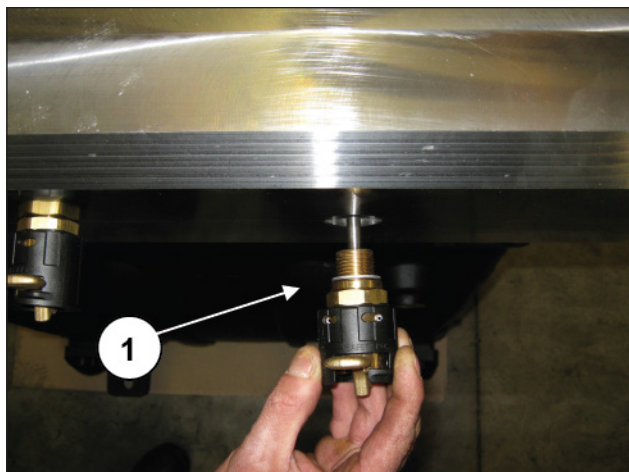
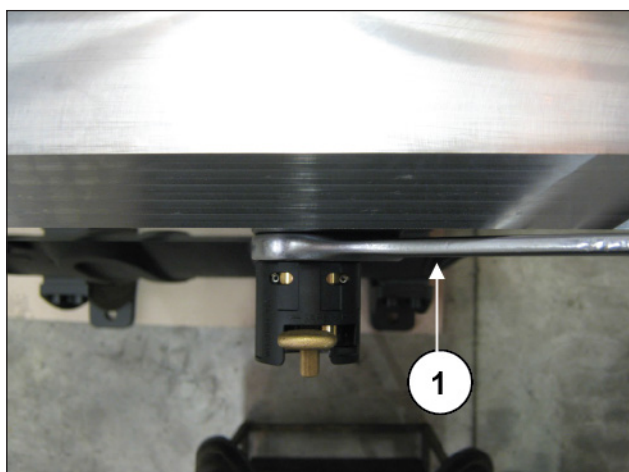

Fig. 198
Fig. 199
Applicare i dispositivi apertura valvole (pos. ①, Fig. 198) ed avvitarli mediante chiave da 30 mm (pos. ①, Fig. 199).